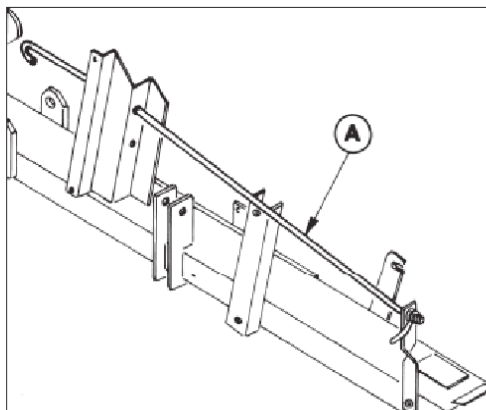
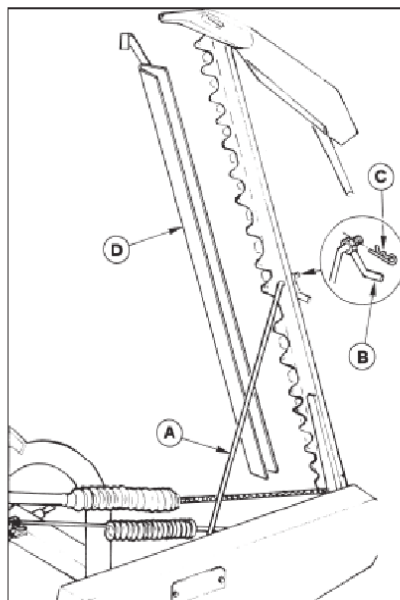
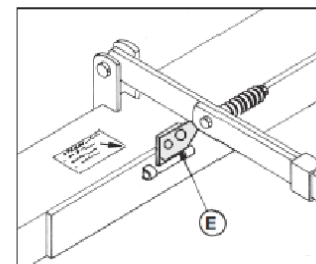
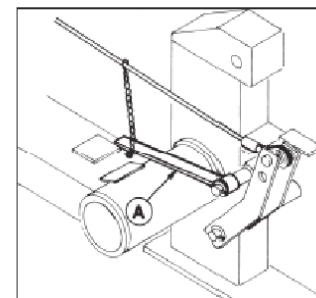

FIG. 7.1
FIG. 7.2
FIG. 7.3
FIG. 7.4
IMPORTANTE: Prima di procedere al sollevamento totale della barra per il trasporto su strada, ruotare verso l'alto il fermo (E) (Fig. 7.3) e alzare il fermo meccanico (A) (Fig. 7.4) fissandolo tramite la catenella alla fune di sollevamento. Dopo aver alzato la barra falciante, bloccarla in posizione verticale tramite il tirante di aggancio (A) che precedentemente avrete rimosso dall'apposito supporto (Fig. 7.1). Serrate il tirante (A) con l'apposita maniglia (B) (Fig. 7.2), infilate la spina di sicurezza (C) ed infine coprite le lame taglienti con l'apposita protezione (D) (Fig. 7.2).
IMPORTANTE: Antes de efectuar la elevación total de la barra para el transporte por caminos o carreteras girar hacia arriba la placa de bloqueo (E) (Fig. 7.3) levantar la placa de bloqueo (A) (Fig. 7.4) fijándolo al cable de elevación por medio de la cadenilla. Tras alzar la barra de corte, bloquearla en posición vertical por medio del tirante de enganche (A) que deberá ser, removido de su soporte (Fig. 7.1). Ajustar el tirante (A) (Fig. 7.2) con el mango (B), introducir la clavija de seguridad (C) y finalmente cubrir la cuchillas con su protección (D).
Remember always to turn release support "E" upwards before raising mower and before road transport Fig. 7.3.
Once sickle bar mower blade is in vertical position block using tie rod hook "A" (Fig. 7.1) which was previously removed. Fasten tie rod hook "A" with handle "B" and insert split pin "C" and cover blade with protection guard cover. See Figure 7.2.
IMPORTANT: Avant de procéder au levage complet de la barre pour le transport sur route, tourner vers le haut l'arrêtoir (E) (Fig. 7.3) et lever l'arrêtoir mécanique (A) (Fig. 7.4) en le fixant avec la chaînette au câble de levage. Après avoir monté la barre de coupe, la bloquer en position verticale avec le tirant d'accrochage (A) que l'on aura enlevé précédemment de son support (Fig. 7.1). Serrer le tirant (A) avec la poignée approprié (B) (Fig. 7.2), insérer la goupille de sécurité (C) et finalement couvrir les lames de coupe avec la protection prévue (D) (Fig. 7.2).
Scendere dal trattore, togliere il tirante di aggancio (A) (Fig. 7.2) della barra riponendolo nell'apposito supporto del telaio (Fig. 7.1).
Abbassare la barra falciante. Durante il lavoro lasciare il fermo (E) (Fig. 7.3) verso il basso. Prima di sganciare la macchina dal trattore ruotare (E) verso l'alto (Fig. 7.3) in questo modo si ottiene il posizionamento orizzontale dei perni di attacco del telaio per facilitare il successivo attacco al trattore.
Bajar del tractor, quitar el tirante de enganche (A) (Fig. 7.2) de la barra, y colocarlo en su soporte en el chasis (Fig. 7.1). Bajar la barra de corte.
Durante el trabajo, dejar la placa de bloqueo (E) (Fig. 7.3) hacia abajo.
Antes de desenganchar la máquina del tractor, girarlo hacia arriba (Fig. 7.3).
Get off tractor and remove tie rod hook "A" (Fig. 7.2) and place in position on frame (Fig. 7.1). Lower sickle bar mower blade.
During working operations make sure that release support "E" (Fig. 7.3), is in downward position.
Descendre du tracteur, retirer le tirant d'accrochage (A) (Fig. 7.2) de la barre et le remettre dans son support sur le châssis (Fig. 7.1).
Abaisser la barre de coupe. Pendant le travail, laisser l'arrêt (E) (Fig. 7.3) vers le bas. Avant de décrocher la machine du tracteur, tourner (E) vers le haut (Fig. 7.3) de cette façon on obtient le positionnement horizontal des pivots d'attache du châssis pour faciliter le prochain accrochage au tracteur.
- 4) (E) (Fig. 7.3) che mantiene in orizzontale i due perni di aggancio del sollevatore per facilitare il successivo attacco al trattore.
- 4) Girar hacia arriba la placa de bloqueo (E) (Fig. 7.3) que mantiene horizontales los dos pernos de enganche del elevador para facilitar el próximo enganche con el tractor.
- 4) Turn release support upwards (E) (Fig. 7.3). This will keep linkage pins in horizontal position in order to facilitate next hitching operations.
- 4) Tourner vers le haut l'arrêteur (E) (Fig. 7.3) qui maintient horizontalement les deux pivots d'attelage de l'élevateur pour faciliter le prochain accrochage au tracteur.